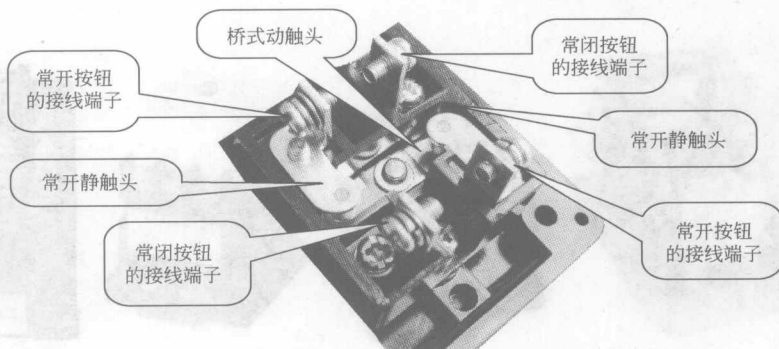

图 1-8 按钮的触头系统
2) 识别过程。阅读图 1-8 后,按照表 1-5 识别 LA4-3H 型按钮。